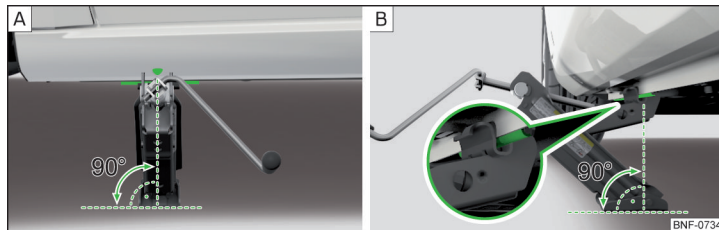

Bild 123 Principskiss: Ansätta domkraften
- Kontrollera att bottenplattan till domkraften står med hela ytan på jämnt underlag och se till att domkraften står lodrätt i förhållande till fästpunkten » bild 123 - [A].
- Skruva upp domkraften med veven så högt under fästpunkten att dess klוגriper tag i staget » bild 123 - [B].